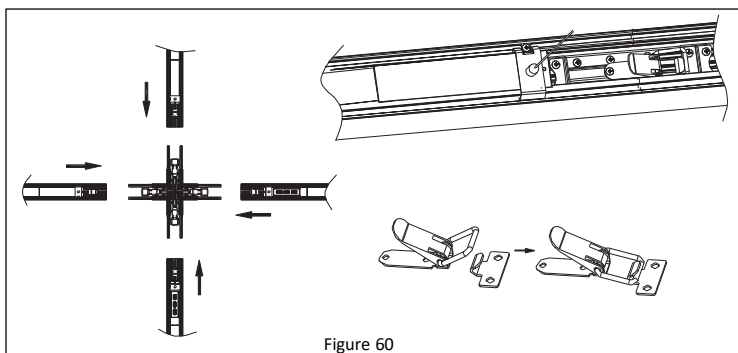

Figure 60
5. Insérez le connecteur en « X » dans les luminaires et tirez sur la boucle de verrouillage pour fixer les luminaires. **Reportez-vous à la Figure 60.**